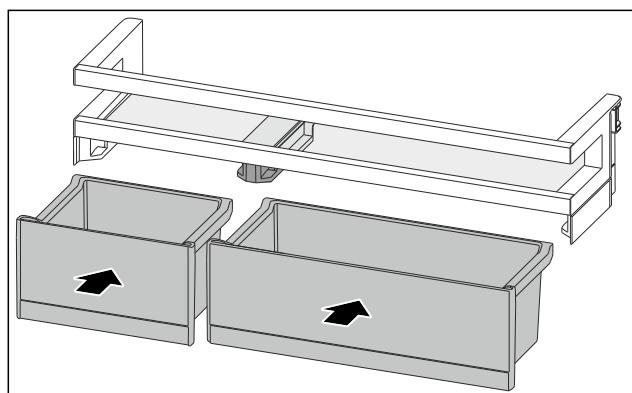

Fig. 114
- VarioBoxen in getauschter Anordnung einsetzen. (siehe Fig. 114)